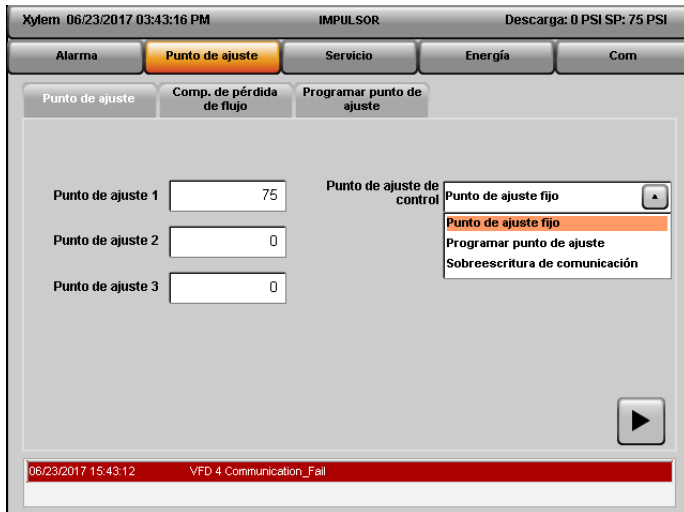

Figura 5.4.1: Página de configuración del punto de ajuste
- **Punto de ajuste fijo:** cuando se selecciona el punto de ajuste fijo como opción del punto de ajuste de control, el punto de ajuste se considera desde el valor en el punto de ajuste 1, el punto de ajuste 2 y el punto de ajuste 3, tal como se muestra en la Figura 5.4.1.